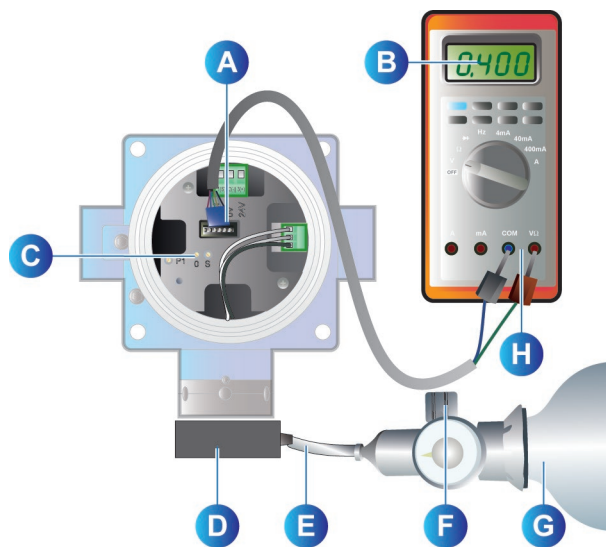

Figura 13 : regolazione dello zero e della sensibilità: OLCT 100
2. Inserire le spine verdi e blu del raccordo di misurazione rispettivamente nei terminali + e - del multimetro (Figura 13, rep. H).